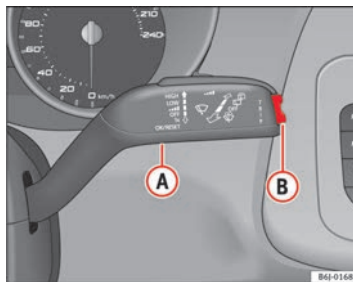

Fig. 35 Levier d'essuie-glace et de lave-glace : touche A et touche basculante B
Sur l'indicateur multifonction (MFA), actionnez le bouton rotatif ⇒ fig. 35 (B) du levier d'essuie-glace pour faire défiler les indications suivantes : ►
Quand vous circulez à la vitesse souhaitée, entrez dans le menu en mode « Avertissement de vitesse » et appuyez sur la touche → fig. 35   La ▶
Il peut être désactivé en appuyant sur la touche **RESET**. La vitesse peut être modifiée avec la commande à bascule $\Rightarrow$ fig. 35 **B** par portions de 5 km/h, dans les 5 secondes suivant la mémorisation initiale.